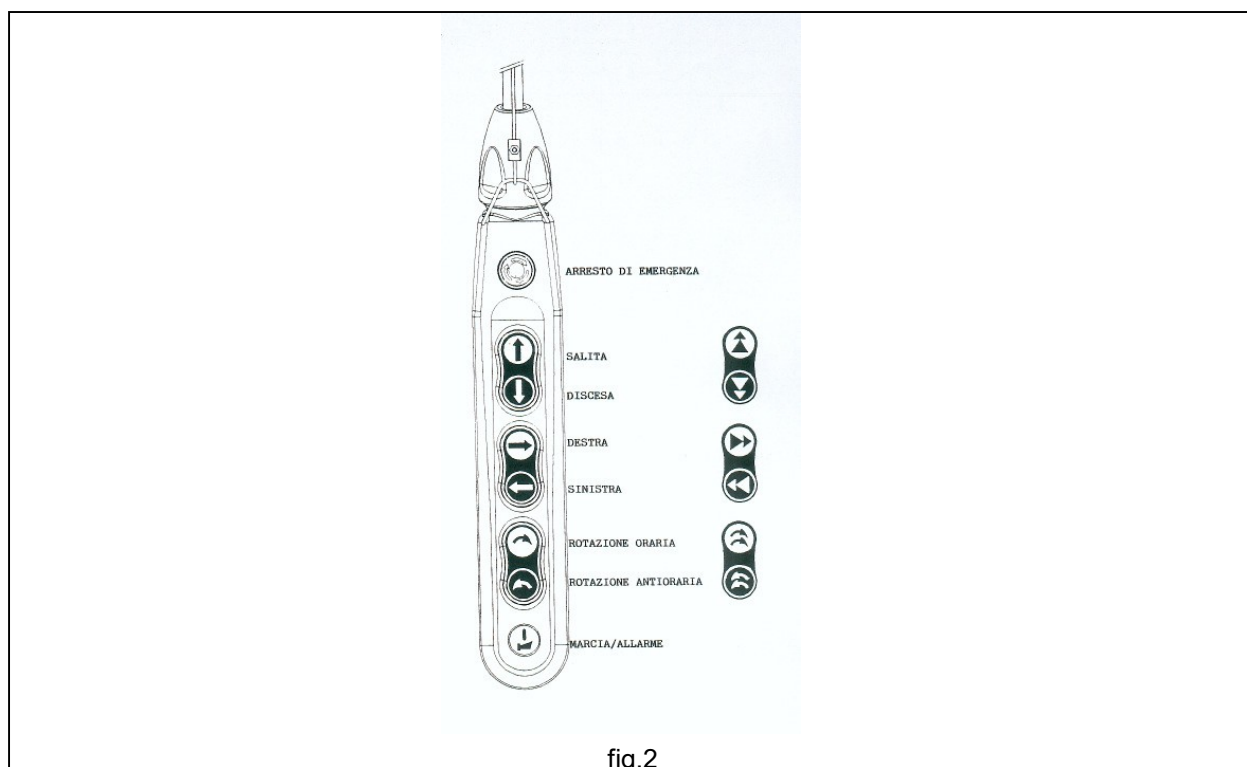

fig.2
§ Estos movimientos se activan por medio de las siguientes pulsadores de la botonera (fig.2):
6. **Parada de emergencia**, publicada en la botonera, tiene forma de seta color rojo, y activa la función de **stop** cuando está presionando hasta el fondo deteniendo cualquier movimiento (fig.2).